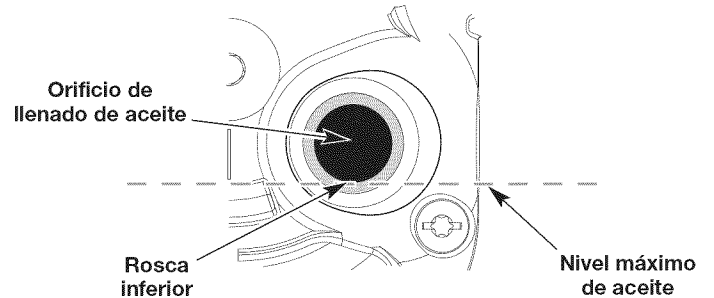

Fig. 20
5. Inspeccione el orificio de llenado de aceite, use una linterna si es necesario. **El nivel de aceite debe tocar justamente la rosca inferior del tapón de llenado de aceite** (Fig. 20). Si el nivel de aceite está muy bajo, añada aceite al orificio de llenado hasta que el aceite toque la rosca inferior del orificio.